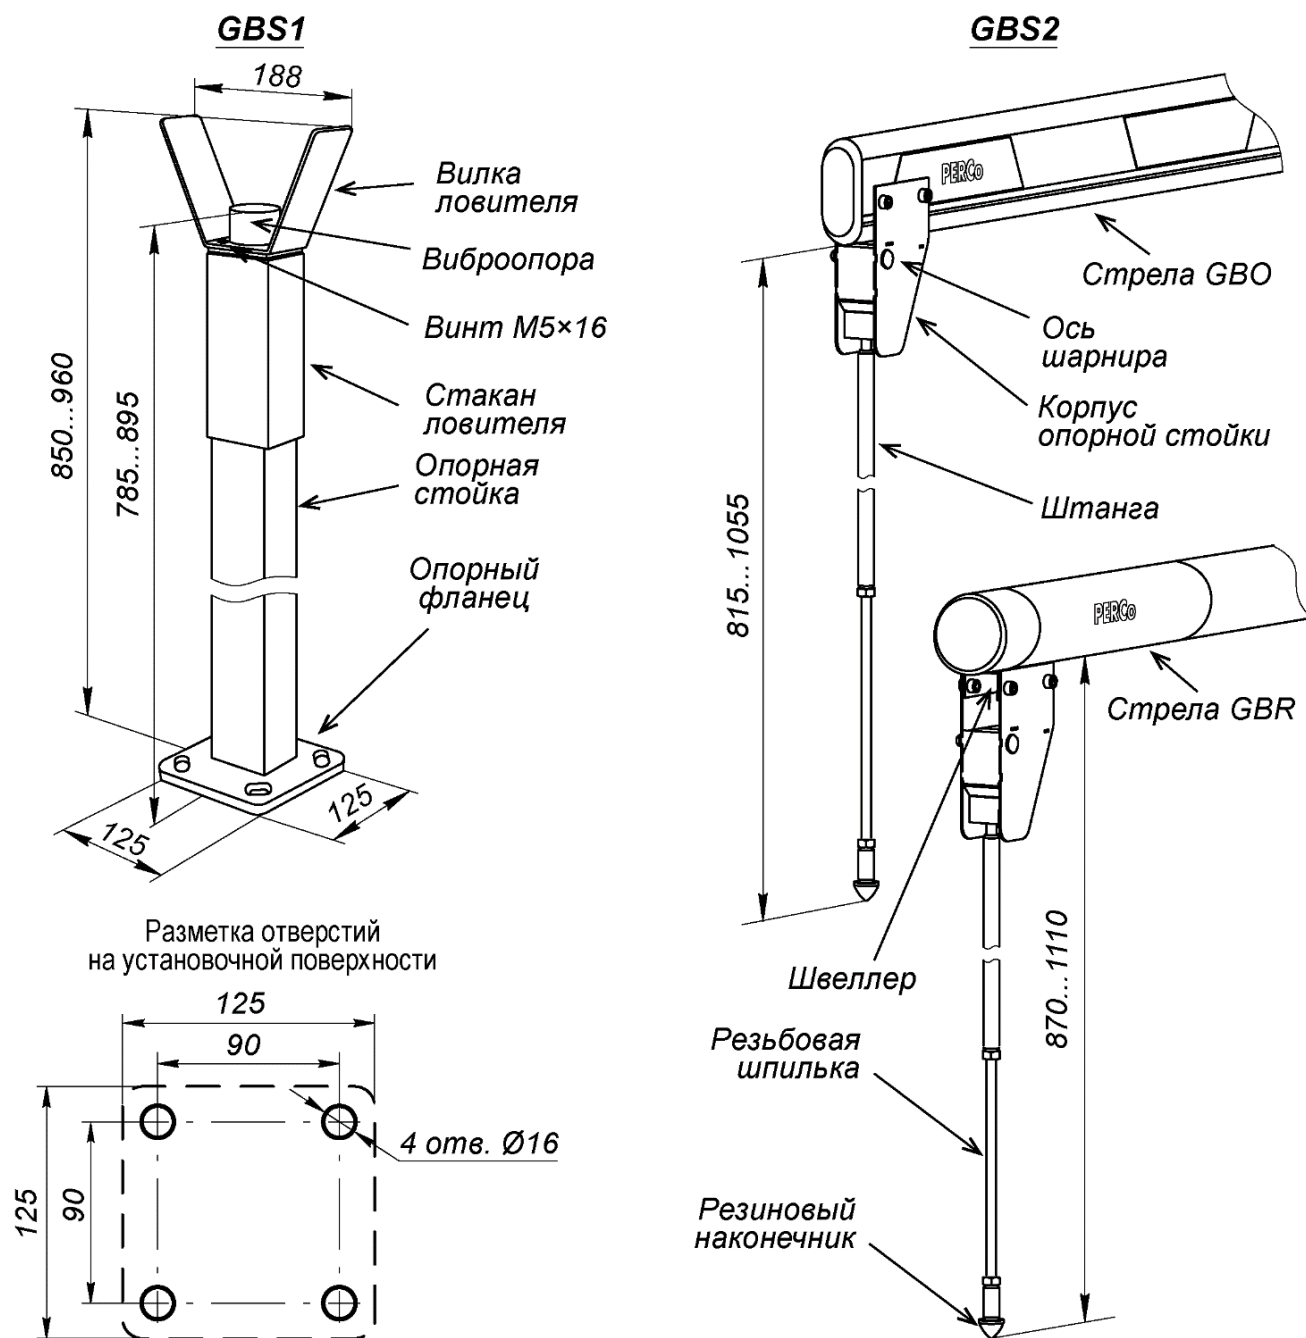

Рисунок 19. Внешний вид опорных стоек **PERCo-GBS1** и **PERCo-GBS2**
При необходимости, а также при длине стрелы более 3 метров, устанавливается опорная стойка с ловителем стрелы **PERCo-GBS1**. Опорная стойка **PERCo-GBS1** состоит из стойки прямоугольного сечения с опорным фланцем и ловителя стрелы (см. рис. 19).
1. Выполните в установочной поверхности отверстия в соответствии с разметкой (см. рис. 19). Ось опорной стойки должна совпадать с продольной осью стрелы шлагбаума (обращаем внимание, не с осью стойки шлагбаума!, см. рис. 7). Размер отверстий на схеме указан для анкеров типа PFG IH10 («SORMAT»), при использовании других типов анкеров необходимо выполнять отверстия соответствующих им диаметра и глубины.
Вместо стационарной стойки **PERCo-GBS1** можно использовать подвесную опорную стойку **PERCo-GBS2**, которая крепится непосредственно на стреле шлагбаума (см. рис. 19). В